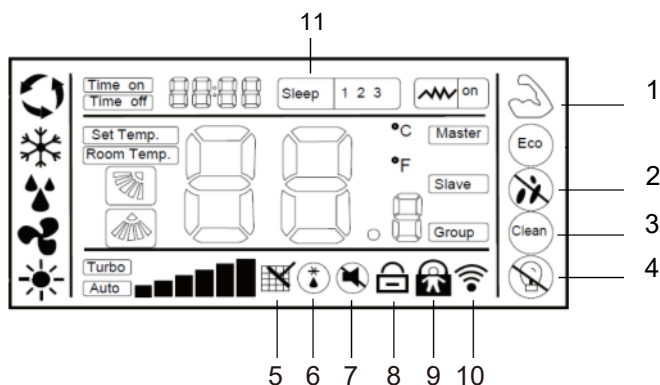

Рис. 1.6
- 2) Кнопками «^» / «v» выберите функцию (см. рис. 1.6 и таблица 1.5). Пиктограмма выбранной функции начнет мигать.